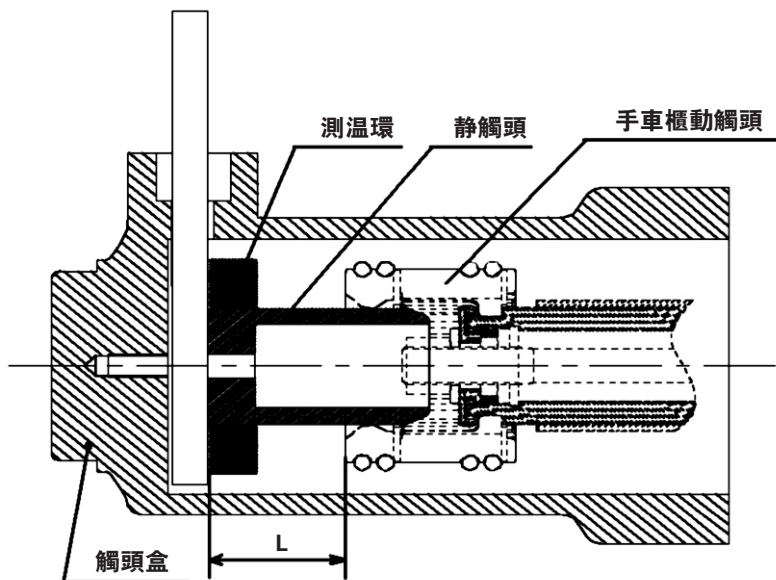

图4 手车柜置于工作位置的示意图
■ 在手车推至工作位置时，手车的动触头（梅花抓）距静触头的根部大于等于30mm，如下图4中的尺寸L；